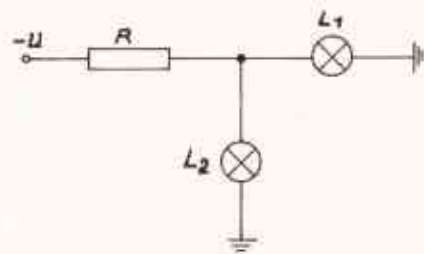

Abb. 2.19 – Stromlaufplan
15. Von nachstehender Lampenschaltung (Abb. 2.19) betragen: